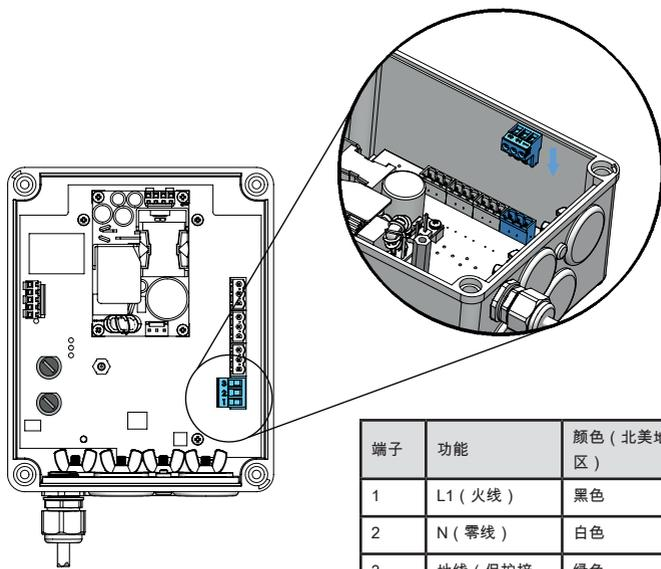

图 6：电源连接器
4. 将 AC 电源接入连接器 J1（电源连接器位置见图 6）。AC 电源和保护接地线必须采用 AWG 12-18 规格线材。此外还需要在 AC 电源输入上接入一个满足当地电气规范的本地隔离开关或断路器，且其位置必须在 PCM 附近。
接线信息见图 6。